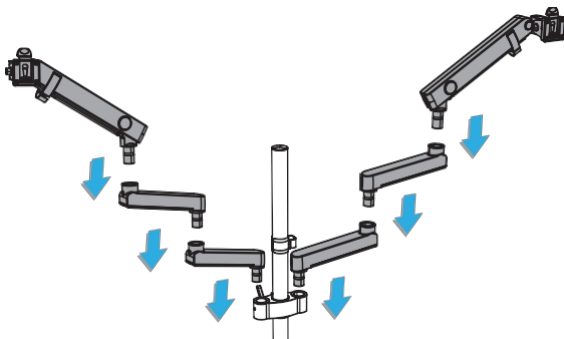

Figure 10
1. Insérer les **bras pivotants inférieurs** (x 2) sur le **support de poteau d'épaule**. Insérer les **bras pivotants du milieu** (x 2) sur les **bras pivotants du bas**. Insérez les **bras à ressort** (x 2) sur les **bras pivotants du milieu**. (Figure 10)